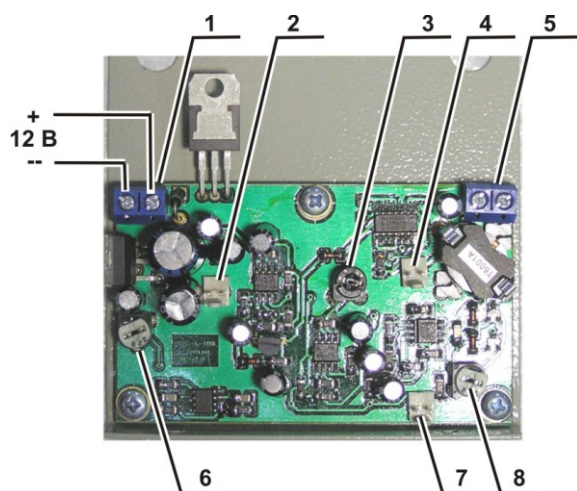
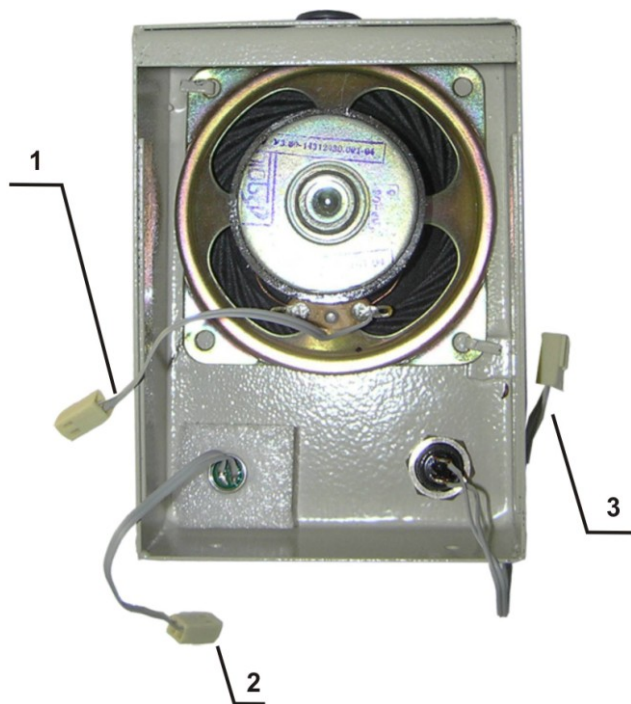

Рис.4 – Расположение коммутационных и регулировочных элементов на плате ПГС.
Рис.5 – Назначение разъемов на верхней крышке ПГС-1-100.
Регулировочные элементы ПГС-1, расположенные на печатной плате внутри корпуса. Расположение и назначение см. Рис.4.:
- 2 – Разъем для подключения динамика (см.рис.5, п.1).;
- 4 – Разъем для подключения кнопки «Передача» (см.рис.5, п.3).;;
- 7 – Разъем для подключения микрофона (см.рис.5, п.2).;;
Примечание. Подключение питания выполнять согласно полярности, указанной на Рис.4 поз.1, однако в случае ошибки не
В процессе монтажа ПГС-1 может возникнуть необходимость полностью разъединить верхнюю и нижнюю части корпуса. Обратная сборка должна производиться согласно Рис.4 и Рис.5.
ПГС-1-100 поставляется полностью настроенным, но при необходимости может производиться регулировка основных параметров устройства: Уровень передачи, уровень срабатывания шумоподавителя приемного тракта и уровень громкости принятого сигнала (см. Рис.4).